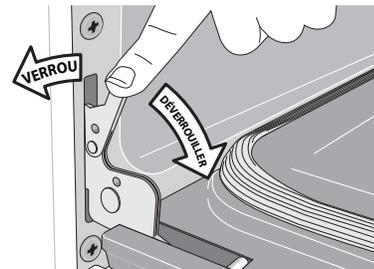

Figure 18 : Verrous des charnières de porte
2. Tirer les verrous des charnières de gauche et de droite complètement vers le bas du cadre de four, vers la porte du four (voir Figure 18). Il peut être nécessaire d'utiliser un tournevis plat.
4. Pousser les verrous de charnière vers le haut et de part et d'autre du cadre de four à la position de verrouillage (voir Figure 18).
La lampe est située sur la paroi arrière du four (Figure 18).